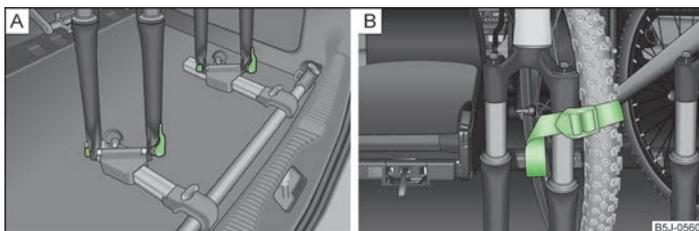

Fig. 55 Montar la bicicleta/ejemplo de fijación de la rueda delantera
- Colocar la horquilla de la bicicleta sobre el eje de fijación y apretarla mediante el tensor rápido » fig. 55 - **A**.
- Es mejor colocar la rueda delantera desmontada entre la biela del pedal izquierdo y el marco de la bicicleta, y fijarla mediante una correa a la horquilla delantera » fig. 55 - **B**) o bien a uno de los elementos de sujeción.